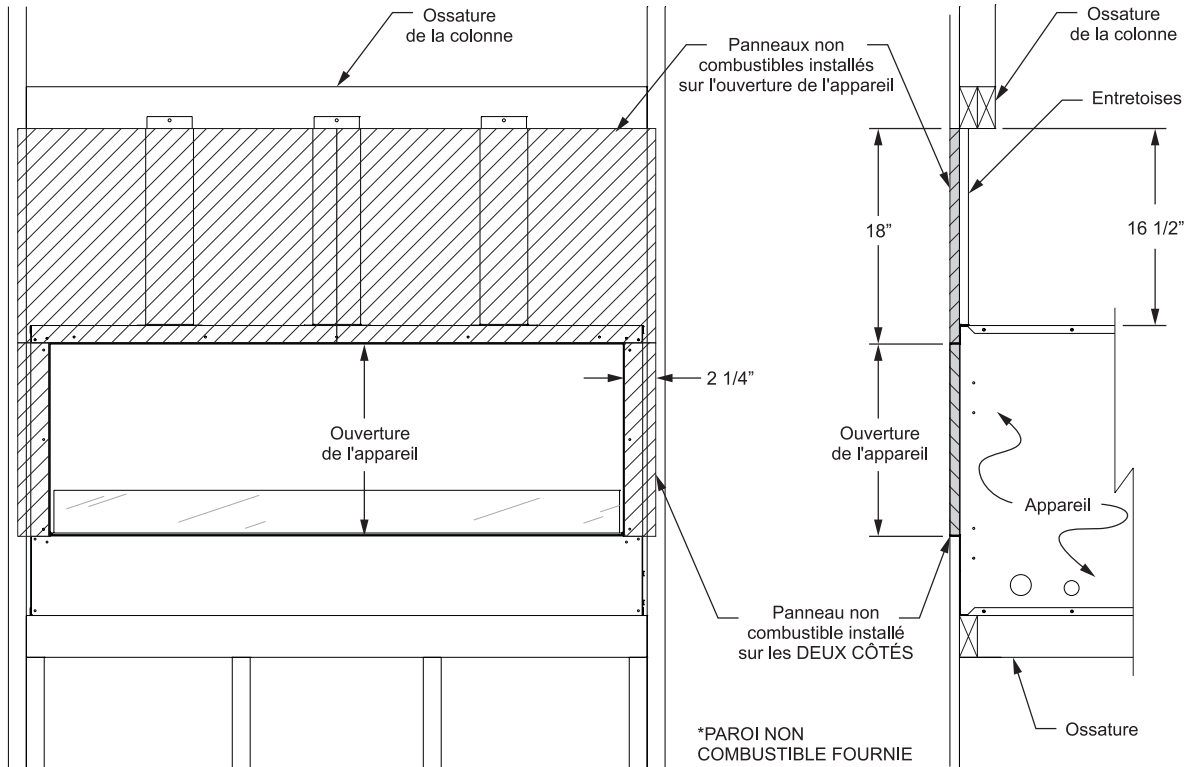

Figure 4
**Remarque concernant les figures 4 et 5 :** si le panneau mural est installé avec la façade affleurante, couper les deux panneaux supérieurs à 16-1/2 po x 26-3/4 po. Les panneaux non combustibles plus petits ne seront pas nécessaires.